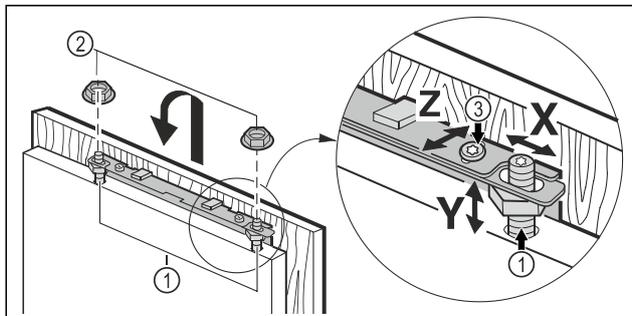

Fig. 16
- ▶ Agganciare la porta del mobile sui bulloni di registrazione Fig. 16 (1) e avvitare i controdadi Fig. 16 (2), senza serrarli, sui bulloni di registrazione.
- ▶ Allineare la porta del mobile all'altezza Y e all'inclinazione laterale: Regolare i bulloni di registrazione Fig. 16 (1) con un cacciavite.
- ▶ Serrare Fig. 16 (3) i controdadi.